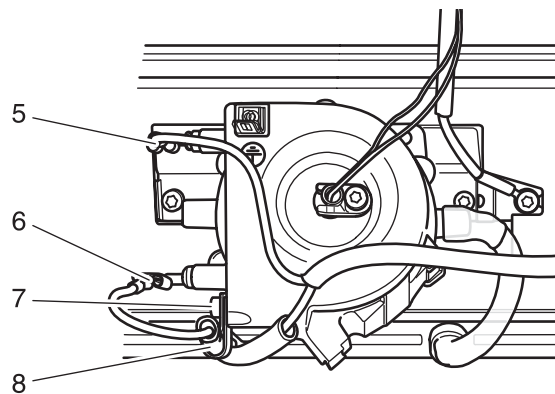

Fig. 10
- Die Steckverbindungen 5 und 6 abziehen (Fig. 10).
- Die Thermosicherung in die in Fig. 10 gezeigte Position bringen und festhalten.